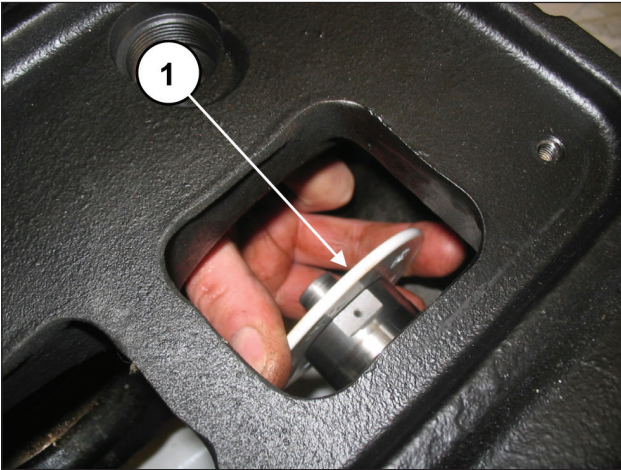

Fig. 161
Déposer les anneaux anti-éclaboussures des guides de pistons (rep. ①, Fig. 161).